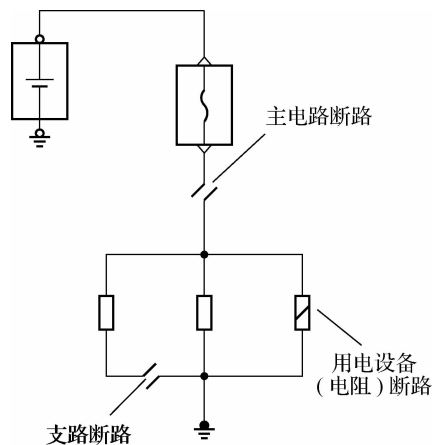

图 3-35 并联电路断路
(2)并联电路中的断路故障。在并联电路中出现断路故障比较复杂,如图 3-35 所示。若在并联电路的主电路或接地电路中出现断路,则结果和串联电路中出现断路相同,整个电路都会失效。若在并联电路的某个支路中出现断路,则只有这个出现断路的支路受到影响,